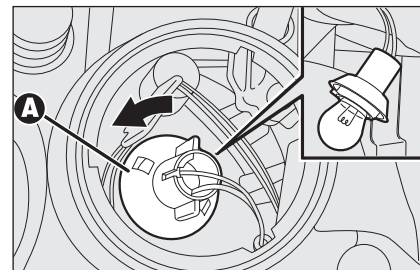

fig. 28
- tourner le porte-ampoule dans le sens inverse des aiguilles **A-fig. 28**, enlever l'ampoule et la remplacer;